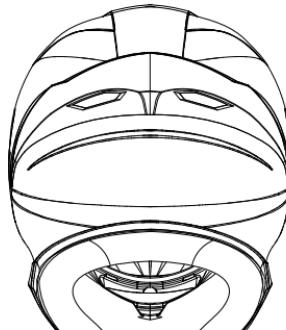

FIGURA 3
PRESA D'ARIA FRONTALE MENTONIERA – A – Figura 3/4
- Figura 3: cursore A1 posto all'interno della mentoniera